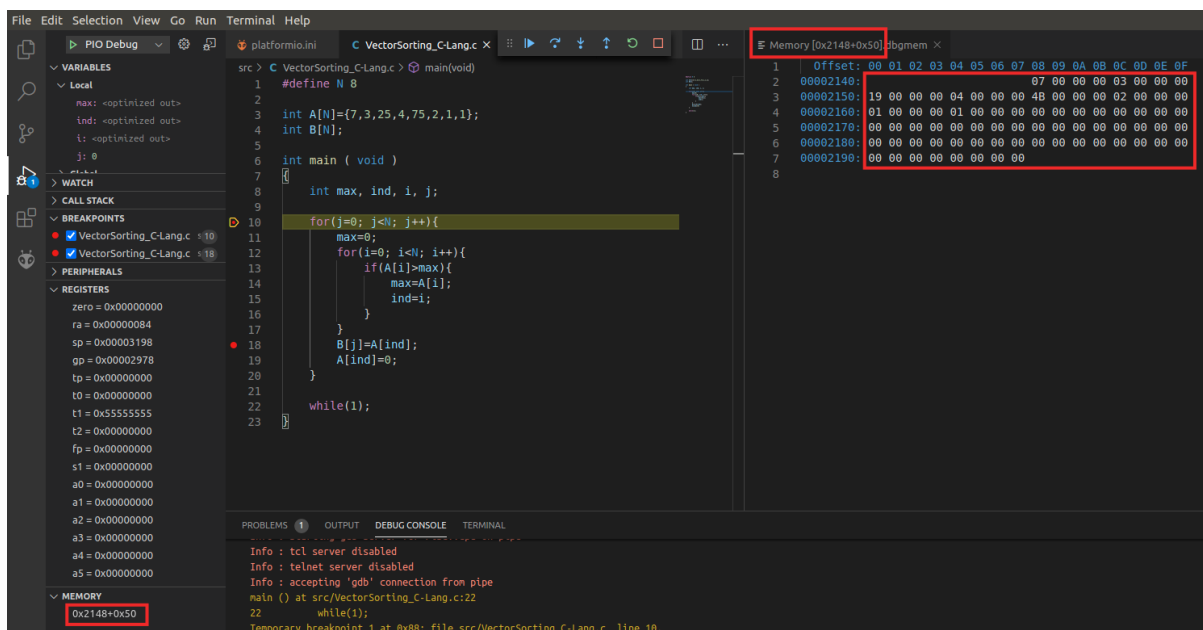

Figura 73. Memory Display para os vetores A e B - Estado inicial.
4. Agora, coloque outro ponto de interrupção na linha 18 e continue a execução clicando em  (Figura 73). Abra o Memory Display (como explicado para o programa LedsSwitches, Figura 55) e veja os 0x50 bytes a partir do endereço 0x2148 (Figura 73), que é o endereço onde o vetor A está armazenado na memória para este programa. É possível ver os valores iniciais dos vetores A (no intervalo 0x2148-0x2167) e B (no intervalo 0x2178-0x2197).